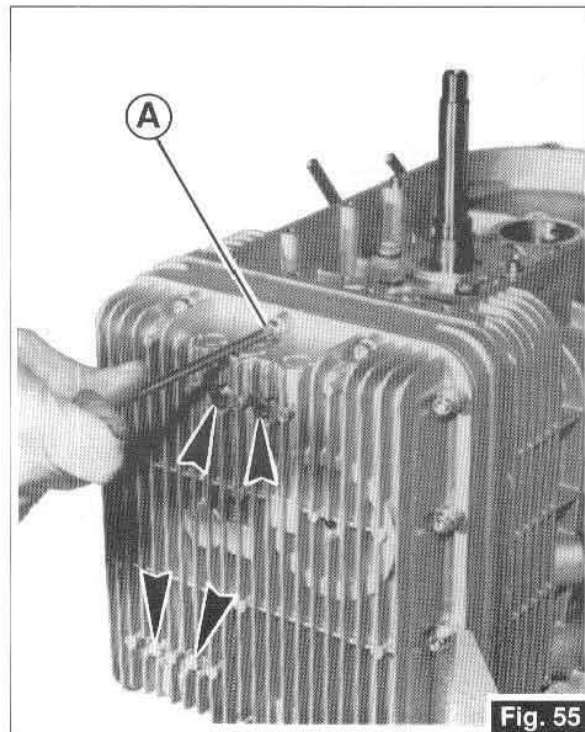

Fig. 55
- Desserrez les 14 vis périphériques «A» de fixation boîte à huile au carter, après avoir ôté les 4 vis d'accouplement des conduites intérieures marquées par les flèches (Fig. 55).
- Die 14 umliegenden Befestigungsschrauben «A» der Unterwanne aufschrauben, nachdem man die 4 Passchrauben der inneren von den Pfeilen (Abb.55) angezeigten Zuleitungen abgenommen hat.